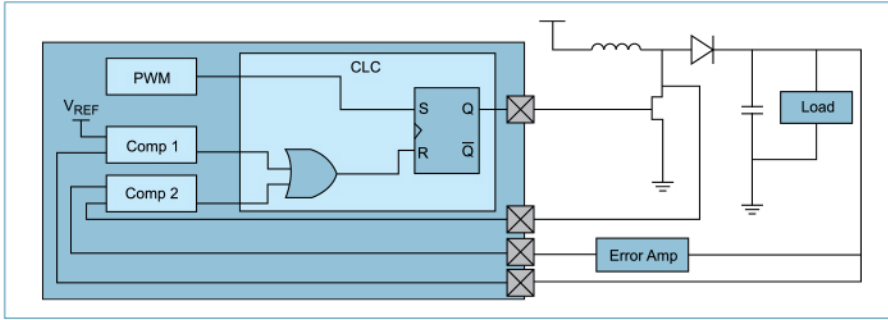

Рис. 2. Повышающий регулятор с аналоговой обратной связью
**Примеры использования (рис. 2):**